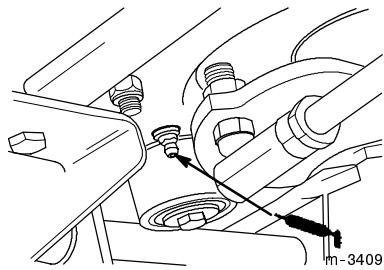

Abbildung 34
7. Alle 50 Stunden einen Pumpentakt Fett in das Steuerungsgehäuse geben (von der Rahmenunterseite aus) (Abb. 34).